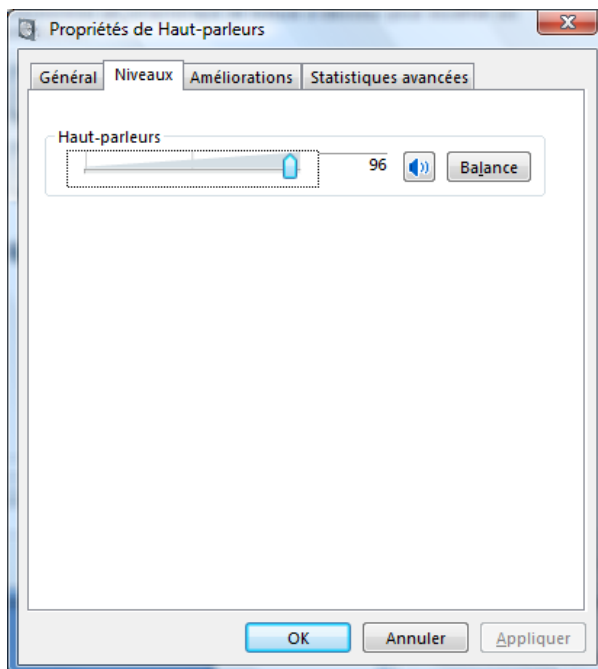

Fig 2.2
- 3) Dans l'onglet « Niveaux » le mélangeur de sortie est affiché. Rendez muet Line In et Micro s'ils existent. Cf fig 2.2